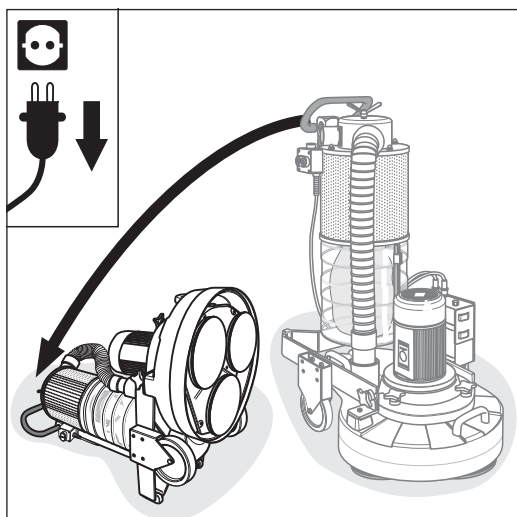
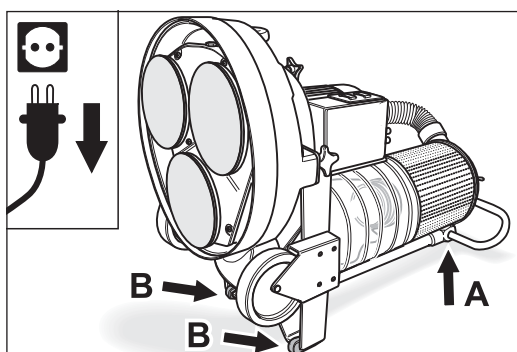

Abb. 5 Mit beiden Händen an den Haltebügel greifen und die Maschine vorsichtig nach hinten kippen.
Abb. 6 Die Maschine muss am Führungsrohr (**A**) und an den beiden Schutzgummis (**B**) aufliegen. **Auf einen sicheren Stand der Maschine achten!**
- 3 Greifen Sie mit beiden Händen an den Haltebügel und kippen Sie die Maschine vorsichtig nach hinten (Abb. 5), bis diese auf dem Führungsrohr (Abb. 6, **A**) und den beiden Schutzgummis am Rahmen des Fahrgestells (Abb. 6, **B**) aufliegt. **Achten Sie auf einen sicheren Stand der Maschine!**